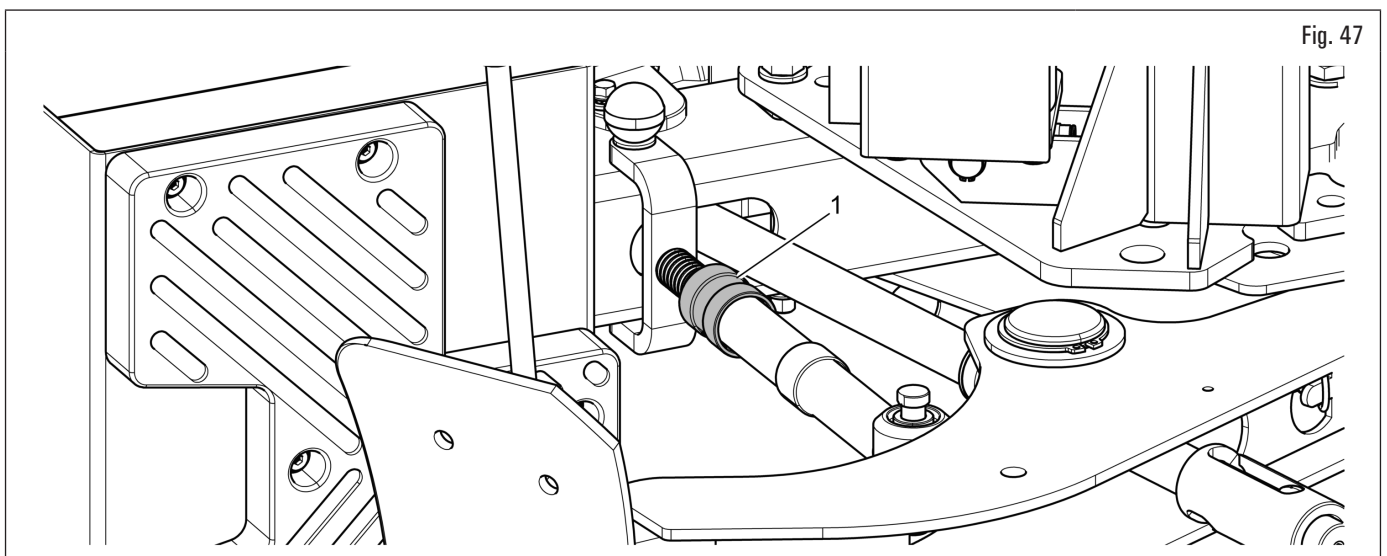

Fig. 47
2. regolare la corsa del limitatore di corsa stallonatore agendo sulla sua ghiera di regolazione (Fig. 47 rif. 1), in modo che la paletta possa penetrare oltre il bordo del cerchione per un'altezza pari all'altezza di un cuneo della prolunga premitallone;